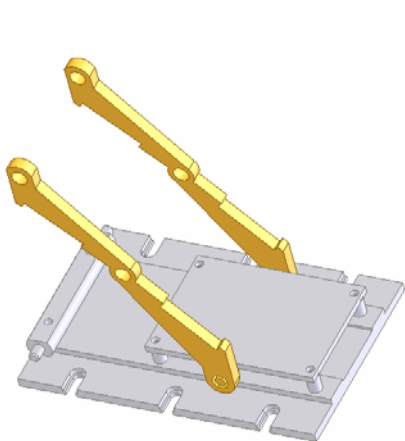

图 12-58 配合后的图形
⑭ 插入升降架。选择菜单栏中的“插入”→“零部件”→“现有零件/装配体”命令，在小圆轴的另一侧插入升降架，具体步骤可以参考上面的介绍，结果如图 12-58 所示。